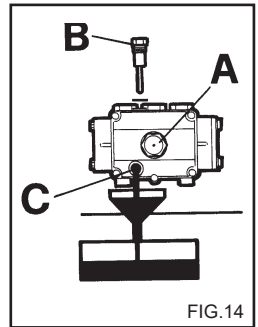

FIG.14
Controllare periodicamente il livello dell'olio della pompa alta pressione tramite la spia (fig. 14 A) o l'asta di controllo livello (fig. 14 B).
- 1) Svitare il tappo di scarico situato sotto la pompa (fig. 14 C).
- 2) Svitare il tappo con l'asta di controllo livello (fig. 14).